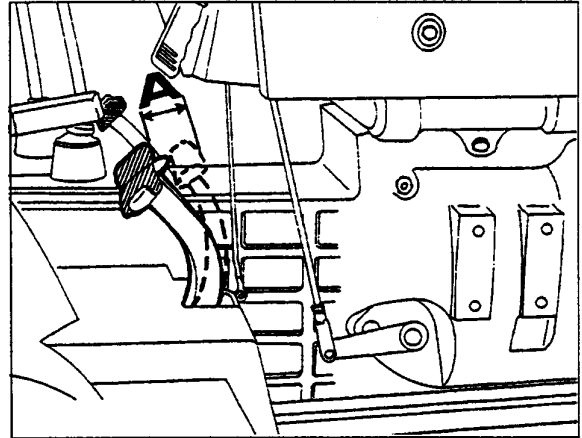
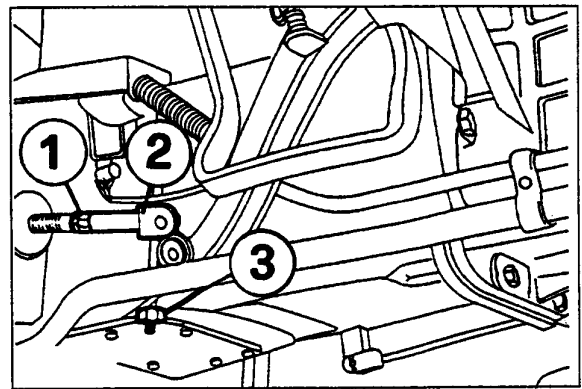

Fig.5-20
Fig.5-21
La regulación del sistema frenante es necesaria cuando la carrera libre de los pedales de mando (A) es excesiva y los pedales se hallan cercanos al final de carrera (Fig. 5-20).
Para restablecer la carrera libre a su valor normal (cota A) operar del siguiente modo (Fig. 5-20 y Fig.5-21).